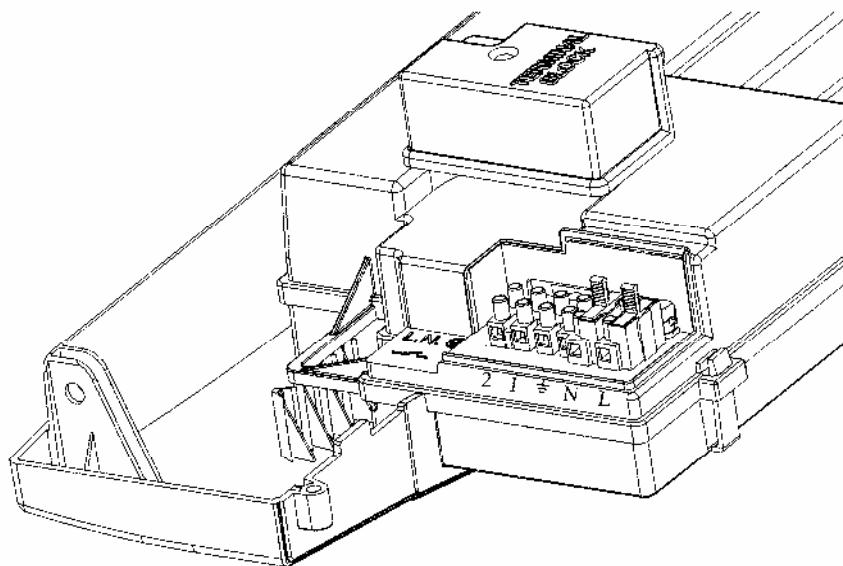

Рис.11
- для доступа к контактам снимите крышку (рис.11).
- открыть доступ к клеммам подключения электропитания (рис.11), в соответствии с инструкциями, изложенными в предыдущем отдеle;
- протянуть кабель из двух проводов через кабельный зажим котла и присоединить кабель, идущий от термостата, к клеммам (1) и (2);